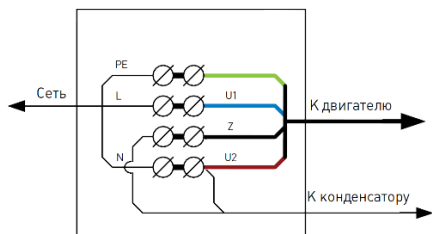

Рис. 1
- г) электрическое присоединение двигателя производить в соответствии со схемой подключения (см. рис. 1). Для питания электродвигателя вентиляторов необходимо использовать кабель сечением не менее **0,75 мм²**. Кабель проводится через резиновый сальник коробки электроподключения на корпусе.
г) электрическое присоединение двигателя производить в соответствии со схемой подключения (см. рис. 1). Для питания электродвигателя вентиляторов необходимо использовать кабель сечением не менее **0,75 мм²**. Кабель проводится через резиновый сальник коробки электроподключения на корпусе.